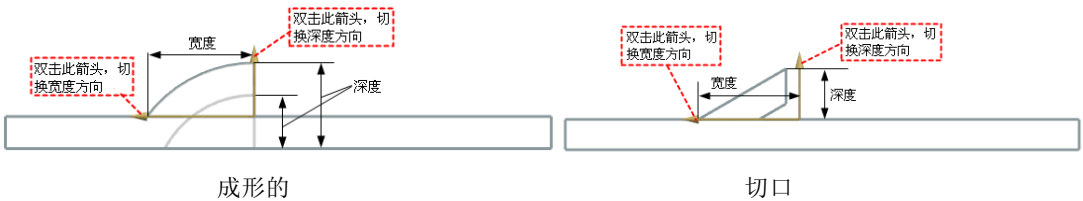

图 4-31 百叶窗参数示意图
(1) 深度：最外侧点距钣金零件表面(百叶窗特征一侧)的距离，在如图 4-30 所示对话框中或者视图区中可以更改深度值。深度必须小于等于宽度减去材料厚度，百叶窗参数示意图如图 4-31 所示。